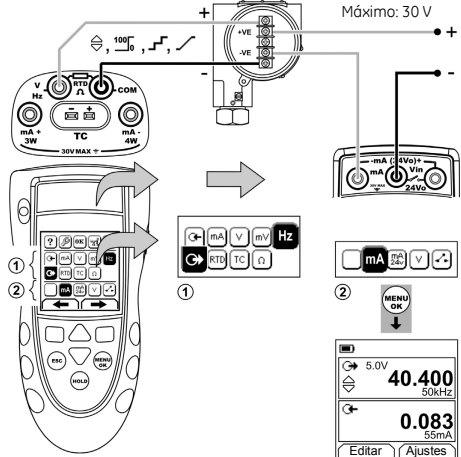

Figura 10: Ejemplo de configuración: Calibración de transmisores con alimentación de lazo externa
1. Conecte el instrumento (Figura 10/11) y, si es necesario, ajuste la opción *Configurar* (Tabla 1).